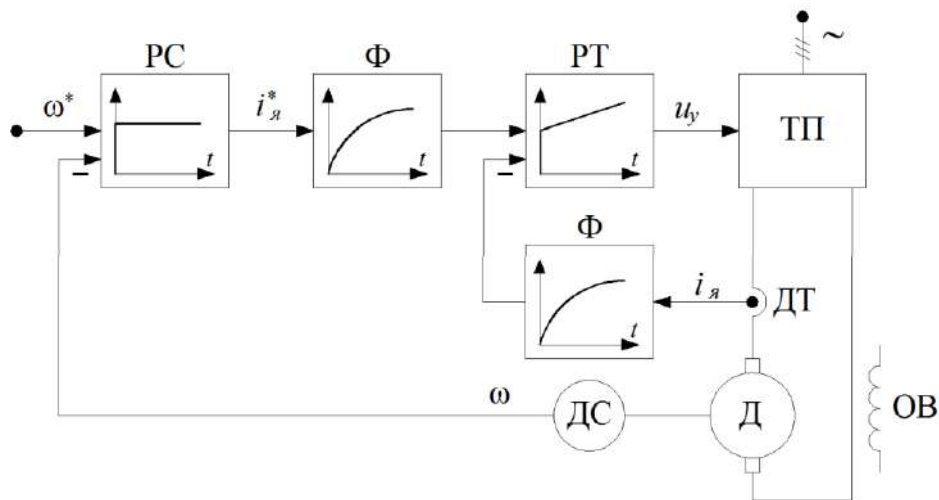
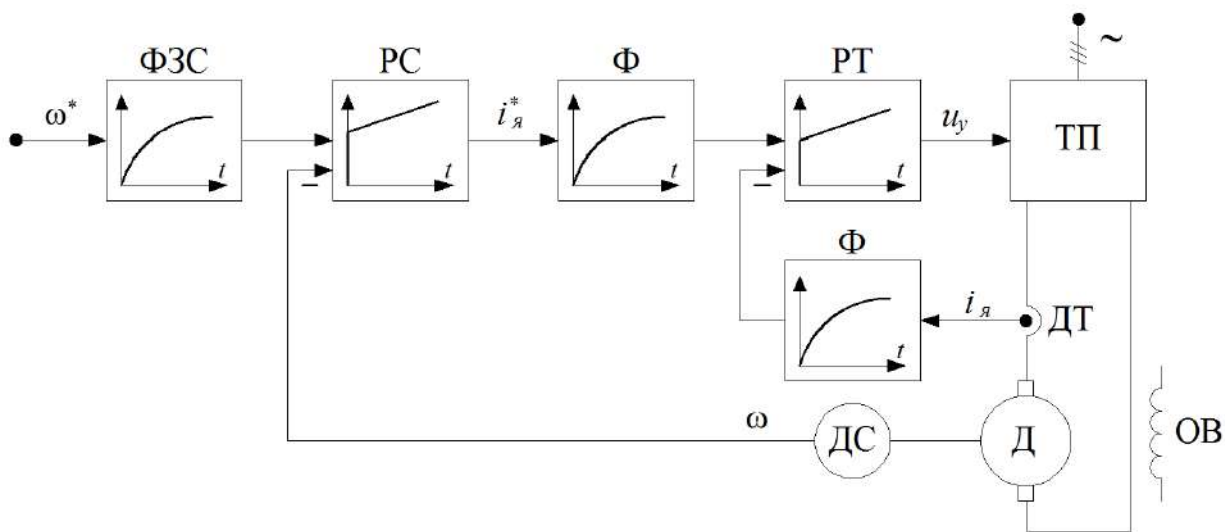

Рис. 3. Упрощенная функциональная схема однократно интегрирующей САР скорости.
Рис. 4. Упрощенная функциональная схема однократно интегрирующей САР скорости.
1. Построить по функциональной схеме, представленной на рис. 3, математическую модель однократно интегрирующей САР скорости. В качестве модели объекта использовать структуру, полученную при выполнении первого задания. Параметры объекта управления берутся согласно табл. 1. Быстродействие системы управления определяется некомпенсированной постоянной времени, приведенной в табл. 2.
1. Построить по функциональной схеме, представленной на рис. 4, математическую модель двукратно интегрирующей САР скорости. Параметры объекта управления берутся согласно табл. 1, величина некомпенсированной постоянной приведена в табл. 2.
4. Для исследования реакции системы на гармонические воздействия в качестве основы нужно взять готовые структуры однократной (рис. 3) либо двукратно (рис. 4) интегрирующей САР скорости с задатчиком интенсивности на входе. При этом сигнал обратной связи по скорости в этих моделях изменить в соответствии с выражением (3). В качестве переходного процесса можно рассматривать пуск от ЗИ со временем разгона 1 секунда и наброс номинальной нагрузки после завершения переходного процесса по управлению.
4. Подключить задатчик интенсивности на вход двукратно интегрирующей САР скорости (см. рис. 4). Аналогично пункту 3 снять переходный процесс по управлению и определить показатели качества для этой системы.